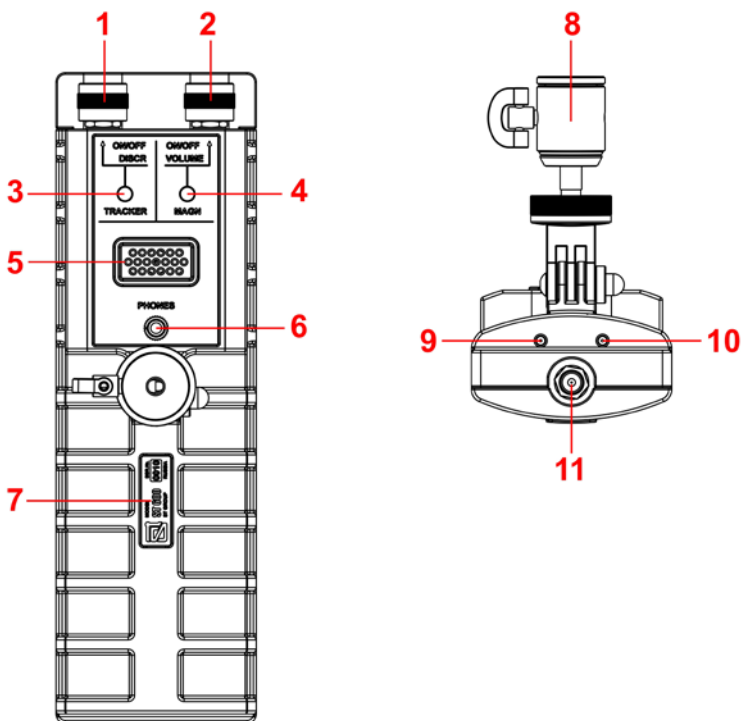

Рис.2
Цифрами на рис.2 обозначены:
На корпусе установлен регулируемый кронштейн (рис.2, п.8), позволяющий закрепить основной блок на телескопической ручке (рис.1, п.5) и зафиксировать его в нужном положении относительно обследуемой поверхности.
Контроль питания основного блока осуществляется с помощью двух светодиодов (рис.2, п.9 и п.10). При полностью заряженном аккумуляторе в рабочих режимах оба светодиода не светятся. При разряде аккумулятора загорается красный светодиод (рис.2, п.9). Зарядка аккумулятора осуществляется в выключенном состоянии с помощью зарядного устройства (рис.1, п.4) при этом светится зеленый светодиод (рис.2, п.10), который гаснет по окончании зарядки.
1. Включить основной блок (рис.2, п.2), прибор автоматически переходит в режим «ДЕТЕКТОР». Индикатор «MAGN» (рис.2, п.4) должен светиться.
2. Подключить наушники к соответствующему гнезду (рис.2, п.6).
3. Ручкой (рис.2, п.2) отрегулировать громкость звука в наушниках.